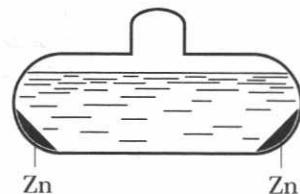

Рис. 75. К защищаемой от коррозии цистерне прикрепляют пластинки более активного металла (цинка)
3. Протекторная защита. Сущность протекторной защиты заключается в том, что металлическую конструкцию (подземный трубопровод, корпус судна и т. д.), находящуюся в растворе электролита (подземные и почвенные воды, морская вода и т. д.), соединяют с протектором — более активным металлом, чем металл защищаемой конструкции; в процессе коррозии протектор служит анодом и разрушается, предохраняя от разрушения конструкцию. В качестве протектора для стальных конструкций обычно используют алюминий, цинк, магний и их сплавы (рис. 75).